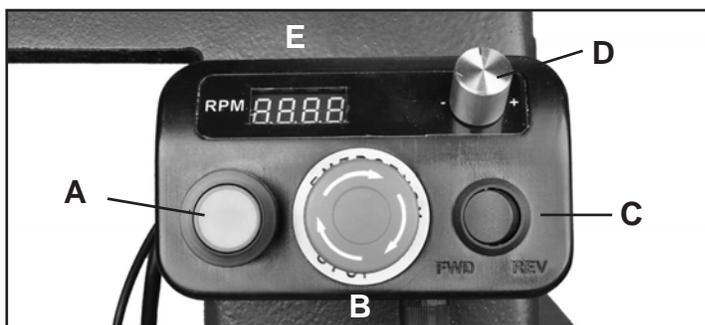

FIG. 6
El torno incluye una Caja de control con cable (FIG. 6, #E1) con imanes en la parte de atrás para colocarla en la cara del cabezal fijo o en cualquier parte de la bancada. Donde sea que le resulte más conveniente para el tornero para poder acceder a los controles para regular las velocidades, la dirección de la rotación del husillo o para detener el torno.
1. **BOTÓN DE ENCENDER:** (FIG. 6, A) Oprima el Botón verde para PRENDER el torno. Oprima el Botón rojo en forma de hongo (B) para APAGAR el torno.
2. **BOTÓN DE PARADA:** (B) Presione el Botón rojo extendido para detener el torno. Para reanudar la operación del torno, gire el botón de APAGAR hacia la derecha y se saldrá a restablecerse. Luego, presione el botón de ENCENDER para volver a prender el torno.
3. **INTERRUPTOR DE ADELANTE/ATRÁS:** (FIG. 6, C) Este interruptor del selector cambiará la dirección en que gira el husillo - hacia la derecha (adelante) o hacia la izquierda (atrás).
4. PERILLA DE RPM: (FIG. 6, D) Esta perilla controla las revoluciones por minuto (RPM) deseadas del husillo. El torno tiene tres rangos de velocidad - 250-850, 430-1450, 950-3200 RPM. Se muestran las velocidades del husillo en la Pantalla LCD (E).
5. LECTURA DIGITAL DE RPM: (E) Esta muestra las RPM del husillo corresponde con la Perilla de RPM (D). **NOTA:** Las velocidades mostradas podrán variarse +/- 5% debido a diferencias en la tensión de entrada.